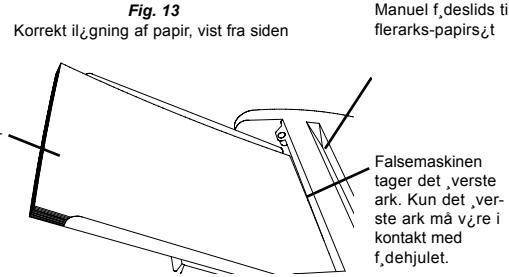

Fig. 13
- Løg papiret ind i den manuelle f,deslids på apparatets overside (som vist i fig. 13 & 14). Løg ikke flerarksæt ind i f,debordet, da dette kan medf,re papirstop.